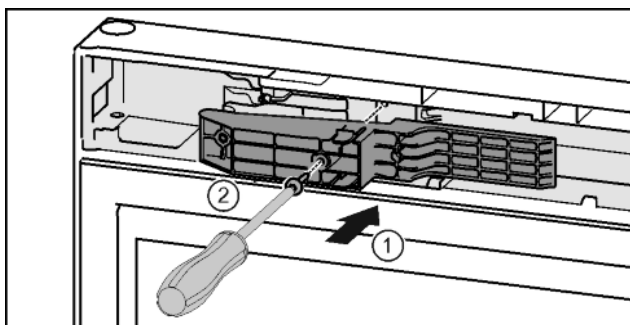

Fig. 46*
- ▶ Вставити деталь адаптера в отвір з боку ручки.* Fig. 46 (1)
- ▶ Закрутіть гвинти за допомогою викрутки T15.* Fig. 46 (2)